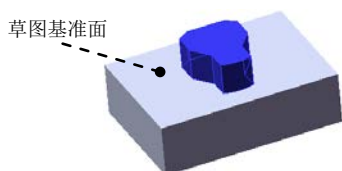

图 16.2.4 凸台—拉伸 2
(3) 定义拉伸深度属性。
① 定义深度方向。采用系统默认的深度方向。
② 定义深度类型和深度值。在“凸台—拉伸”对话框 **方向 1** 区域的下拉列表中选择 **给定深度** 选项，在  中输入深度值 20.0。
(4) 单击  按钮，完成凸台—拉伸 1 的创作。
Step3. 创建图 16.2.4 所示的零件基础特征——凸台—拉伸 2。
(1) 选择命令。选择下拉菜单 **插入(I)** → **凸台/基体(B)** → **拉伸(E)...** 命令(或单击“特征(F)”工具栏中的  按钮)。
(2) 定义特征的横断面草图。
① 定义草图基准面。选取图 16.2.4 所示的表面作为草图基准面。